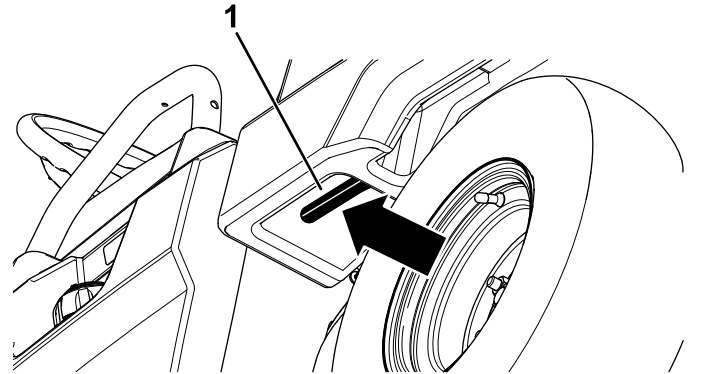

图 11
1. 向左拉操纵杆使货斗内部朝向您然后升起货斗图 11。
1. 提起门锁控制杆轻微升起货斗图 11。